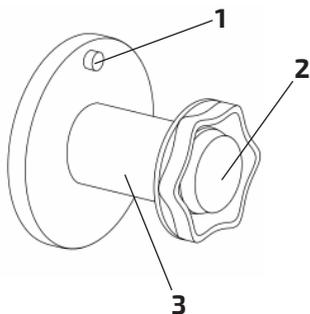
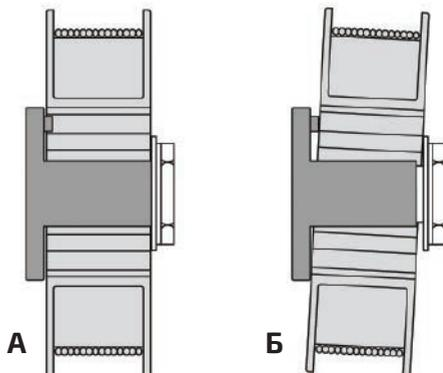

Рис. 8.2.2. Ось катушки.
Рис. 8.2.3. Установка катушки с проволокой D300 на ось катушки.
2. Установите катушку с проволокой D300 на ось катушки (см. рис. 8.2.2). Не допускайте перекоса катушки (см. рис. 8.2.3).
2. Установите катушку с проволокой, совместите отверстие катушки и фиксатор адаптера, зафиксируйте её прижимной гайкой (см. рис. 8.2.2, п. 2).